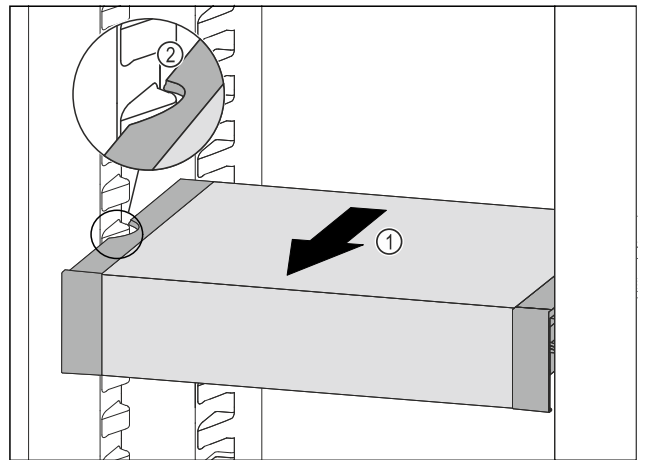

Fig. 141
- Traukite VarioSafe į priekį Fig. 141 (1), kol šoninės VarioSafe angos bus talpyklos briaunos aukštyje šaldytuvo skyriuje. Fig. 141 (2)